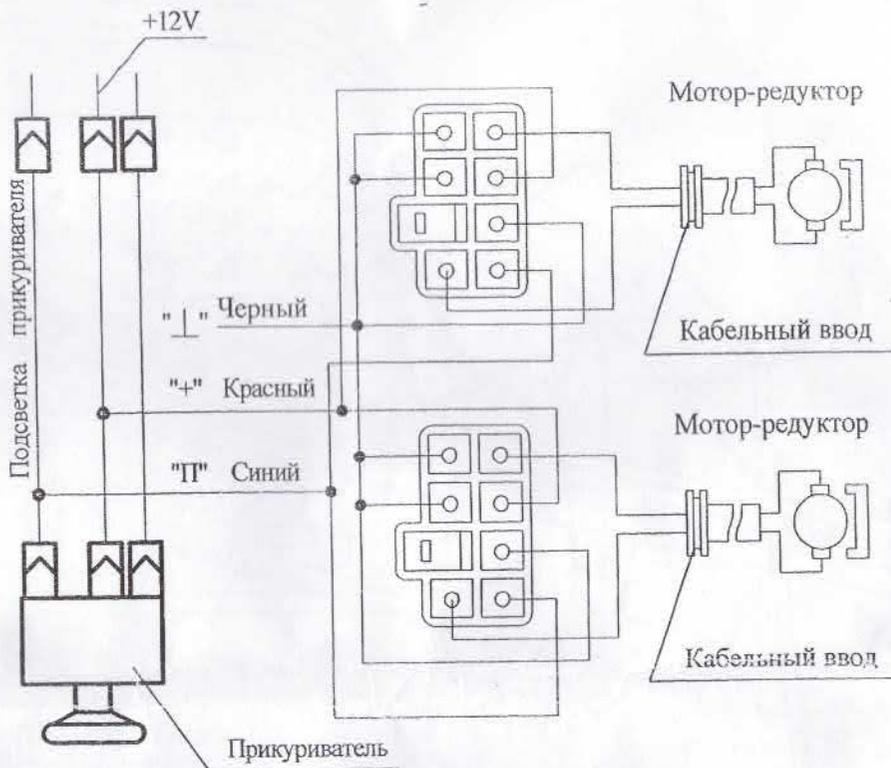

Рис.1
6.7 Протянуть кабели до соответствующих ЭСП через отверстия дверей и отверстия в стойках. Выполнить соединения в соответствии со схемой подключения ЭСП (см. рис. 1).